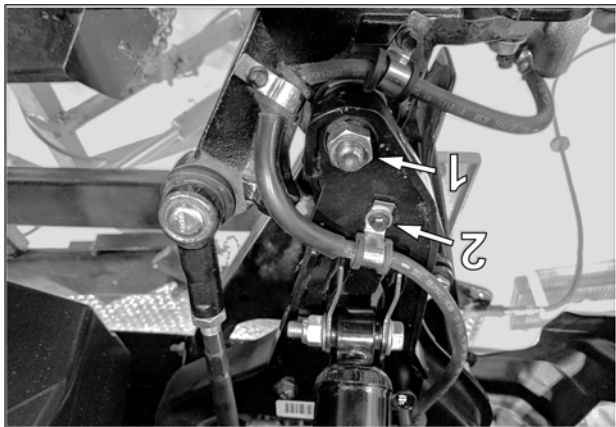

Fig. 14
8. Réinstaller l'écrou (1) du joint à rotule et serrer au couple spécifié par le manufacturier du véhicule. Inverser la bride de boyau de frein de 180° et réinstaller le boulon (2) de fixation. Voir la Fig. 14